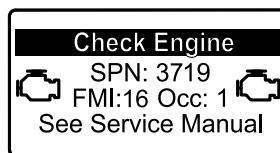

図 24
- 駐車再生が必要になると、インフォセンターにエンジン警告 SPN 3719, FMI 16 図 24 が表示され、エンジン出力が 85% にダウンします。